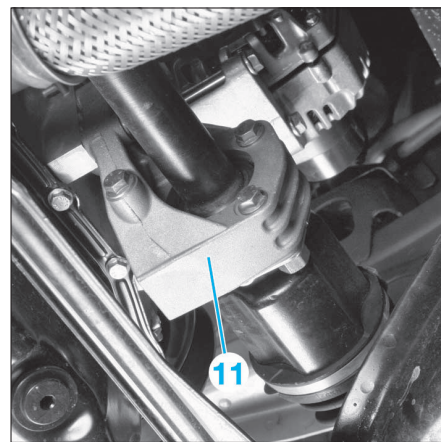

FIG. 14
- Déposer les vis de fixation du palier intermédiaire (11) de transmission (Fig.14).